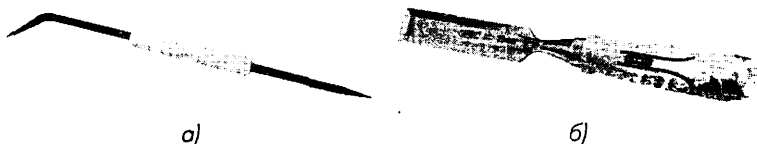

Рис. 1.20. Чертилка (а) и стамеска (б)
- чертилка для разметки изделий (рис. 1.20а). Это круглый пруток из инструментальной стали диаметром 3–4 мм и длиной 100–120 мм с остро заточенным концом;
- стамески разной ширины для вырубления отверстий и пазов в деревянных деталях (рис. 1.20б);